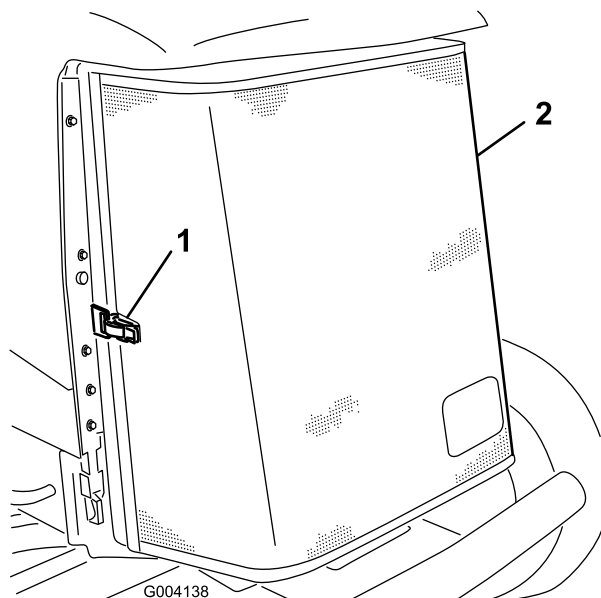

Figura 45
3. Desenganche y abra la rejilla trasera (Figura 45).